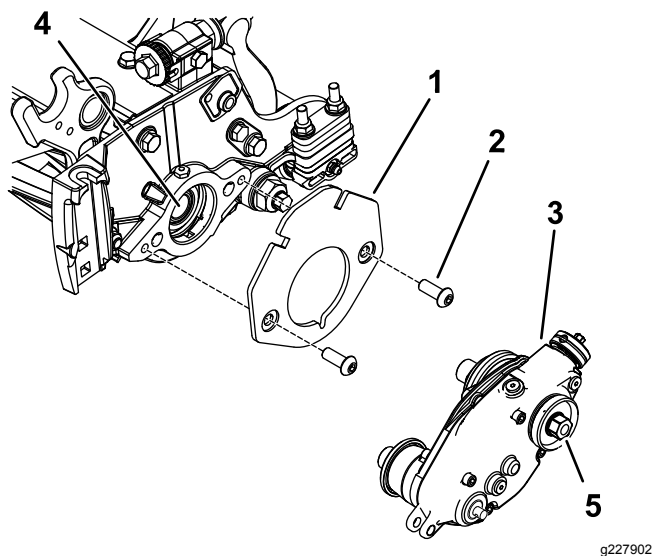

Figure 9
2. Fixez le support de masse sur le cylindre au moyen de 2 boulons à tête ronde hexagonale creuse (3/8" x 3/4"), comme montré à la Figure 9.
3. Appliquez du frein-filet moyenne résistance (tel que Loctite® 243 bleu) sur le filetage de l'arbre de cylindre interne (Figure 9).
4. Fixez le boîtier d'entraînement du groomer sur l'arbre du cylindre (Figure 9) à l'aide de la tête hexagonale du boîtier d'entraînement du groomer.